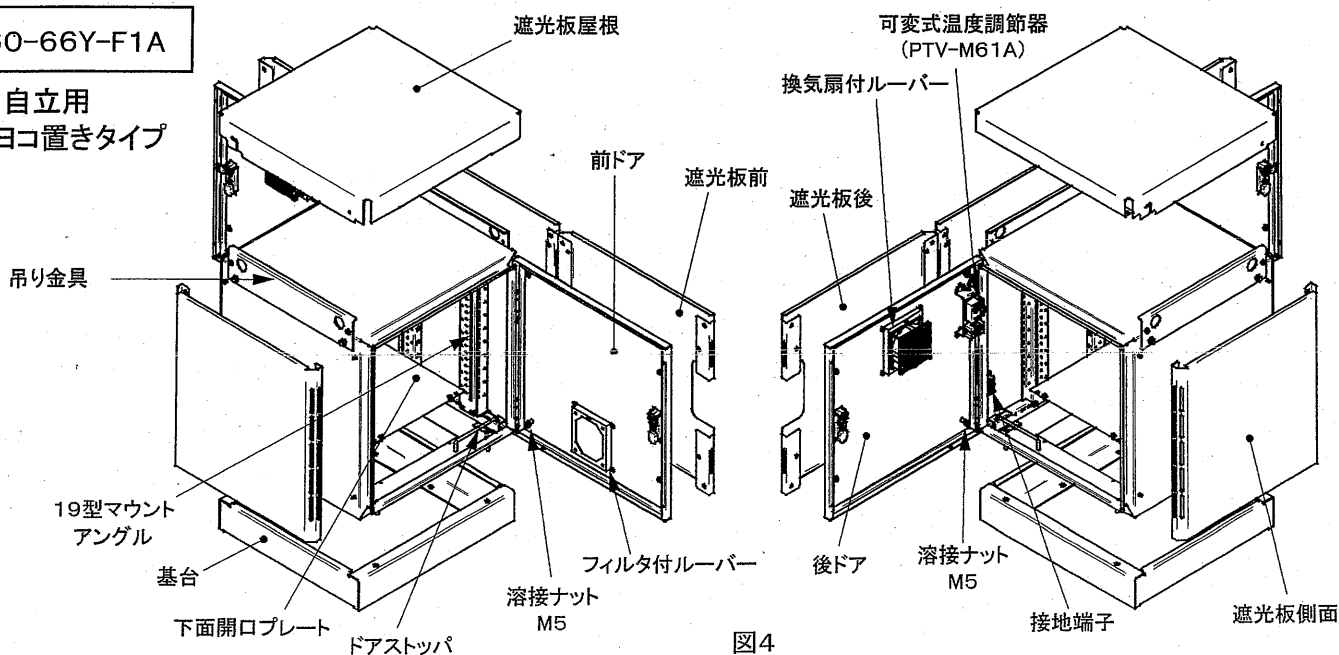

図4
- ・下面開口プレートに機器や物を載せたり、人が乗ることはやめてください。下面開口プレートの変形やケガの原因になる可能性があります。(図4)